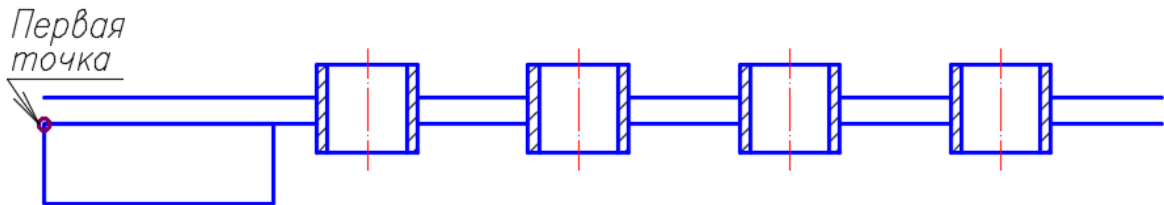

Рис. 96. Выполнения чертежа фартука оросителя
- вычертить фартук с помощью команды *Прямоугольник* (рис. 96). Точку первого угла указать в конечной точке нижнего отрезка. Для точки второго угла ввести координаты @130, -45.